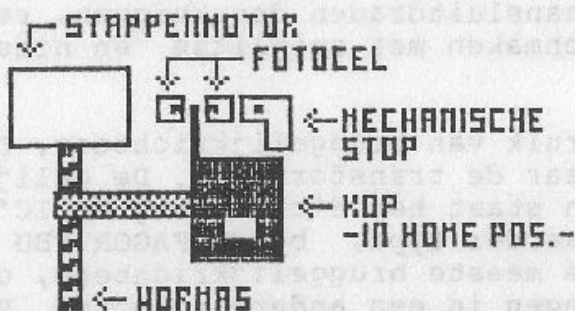

FIG.3
5. Verstel nu de mechanische stop zo, dat er tussen de stop en de kop een kleine lichtspleet te zien is (zie fig 3).